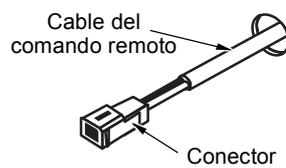

Fig. 2
3. Inserte el cable del comando remoto en su agujero asegurándose que los terminales con conector estén los más cerca posible del comando remoto (Fig.2).
5. Sustituir el colector de alimentación del gas realizando los pasos siguientes (Fig.2):
- Controle la presión del gas en la toma (Fig.2-pág. anterior).